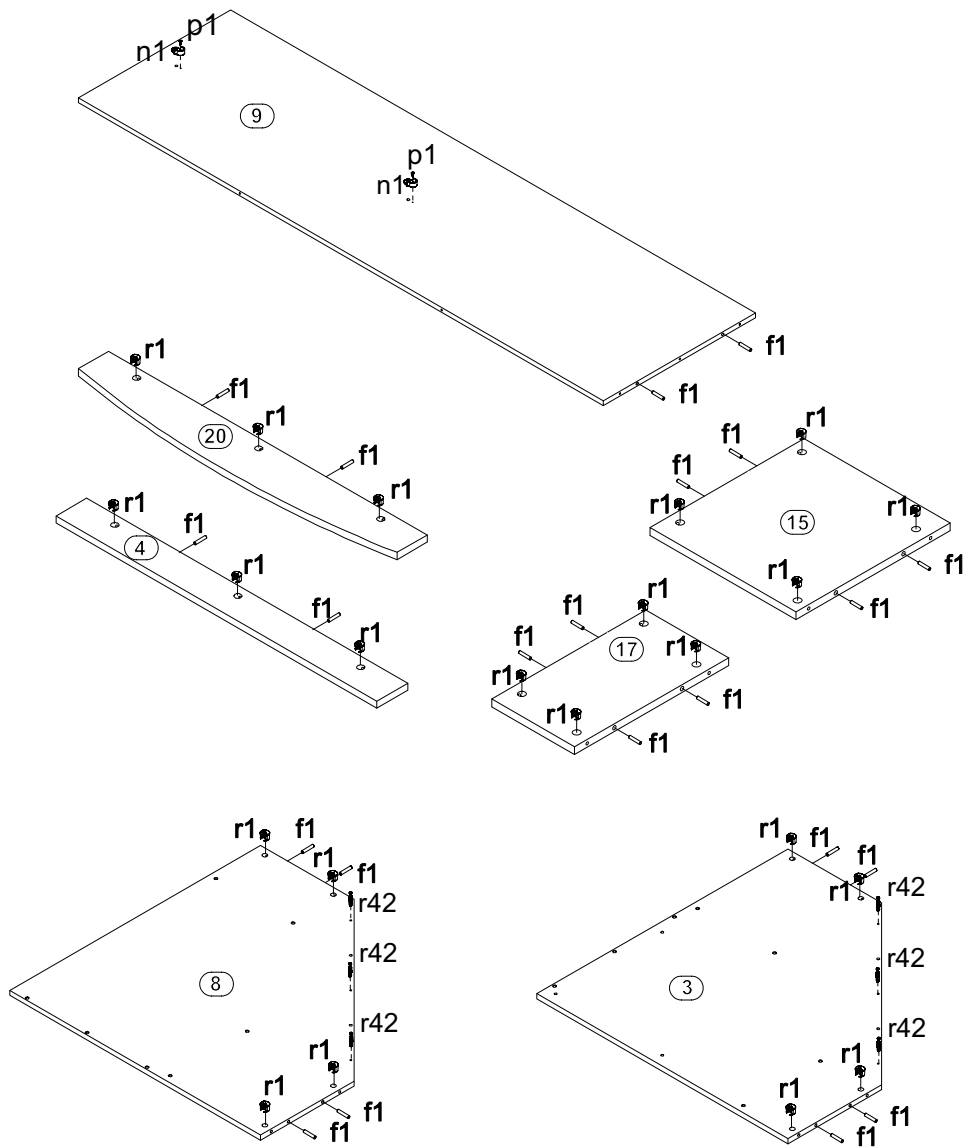

Рисунок 2
2. В отверстия $\varnothing 8$ мм на верхних и нижних краях стенок средних **1, 2**, щита заднего **9**, боковых краях полок соединительных **3, 8, 15, 17**, нижней кромке цоколей **4, 20** вбить деревянные шканты **f1** (см. рис. 2, 3).
3. В отверстия $\varnothing 5$ мм на внутренних поверхностях стенок боковых **7, 18**, стенок средних **1, 2**, нижней поверхности полок соединительных **3, 8** вкрутить винты стяжки **r42** (см. рис. 2, 3). **ВНИМАНИЕ!** В случае, если шкант выступает из отверстия более, чем на **10 мм**, его необходимо укоротить, т.к. возможно повреждение деталей.
5. В отверстия $\varnothing 8$ мм в стенке средней **1** и щите заднем **9** вставить штангодержатели **n1** и закрепить их шурпами **p1** (см. рис. 2, 3).
7. В отверстия $\varnothing 15$ мм в полках соединительных **3, 8, 17, 15** в цоколях **4, 20** вставить стяжки эксцентриковые **r1** (см. рис. 2).